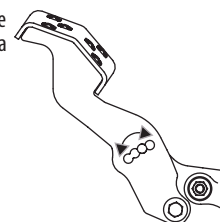

Figura 43
3. Coloque el pedal en la posición óptima según la preferencia del operador. Vea la Figura 43.